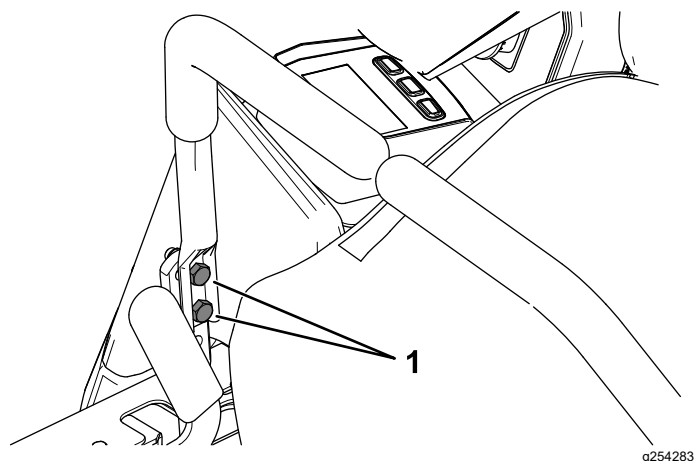

Figure 51
10. Si l'alignement doit être corrigé d'un côté, desserrez les 2 boulons de fixation du levier de commande de déplacement du côté concerné (Figure 51).
12. Resserrez les 2 boulons de fixation du levier de commande de déplacement (Figure 51).